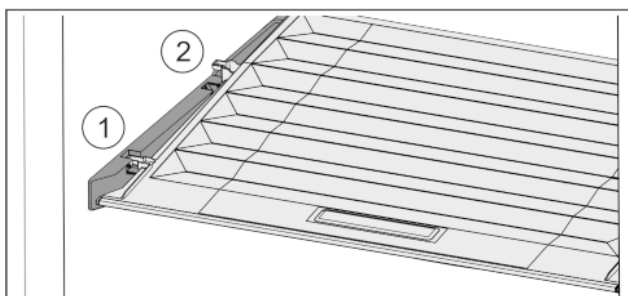

Fig. 28
- ▶ Trageți capacul în față Fig. 28 (1) până la orificiul din piesele suportului.
- ▶ Ridicați în spate de jos și scoateți Fig. 28 (2) în sus.